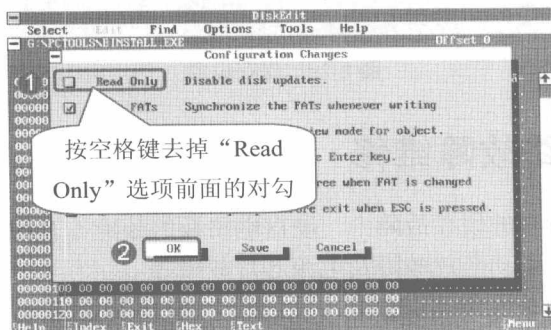

图 8-24 取消只读属性
步骤⑤ 在打开的画面中，通过按【Tab】键切换到 Read Only 选项，按空格键去掉 Read Only 选项前面的对勾，即取消只读属性（如图 8-24 所示），然后通过按【Tab】键切换到 OK 按钮。